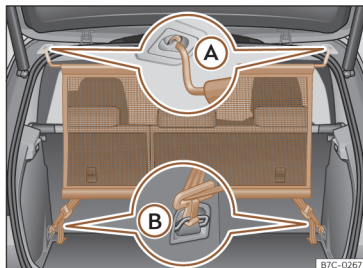

Fig. 163 Rede de separação montada.
• Engate a rede de separação do alojamento esquerdo do teto >>> **Fig. 163 A**. Certifique-se de puxar a haste transversal para baixo além da posição superior.
• Engate a rede de separação no alojamento direito do teto, comprimindo a vareta transversal >>> **Fig. 163 A**.
• Engate os dois ganchos da rede de separação nas argolas de fixação da bagageira >>> **Fig. 163 B** e tensione bem os cintos de fixação.